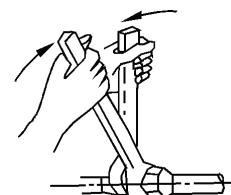

Fig. 9-2
- puneți conductele de racordare în poziția corespunzătoare, strângeți șuruburile cu mâna apoi fixați simultan cu două chei. (Consultați Fig.9-2)